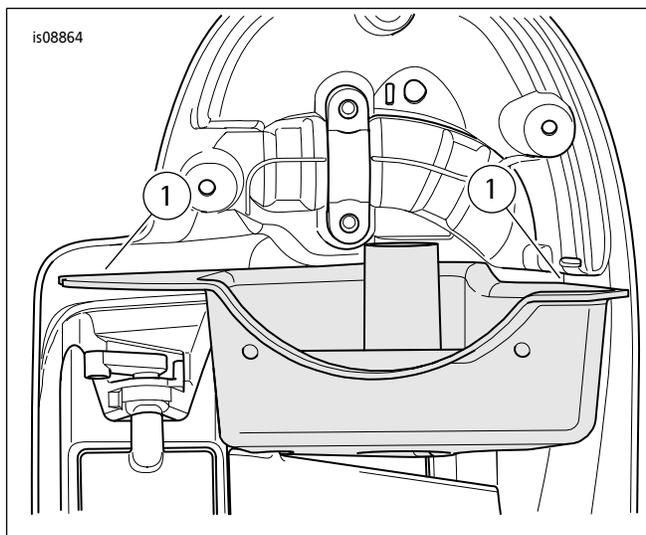

图5。下部挡风板的密封垫配合面
5. 参见图5。准备音箱和底部托盘以安装密封垫。使用50-70%的异丙醇和50-30%的蒸馏水混合剂进行清洁。